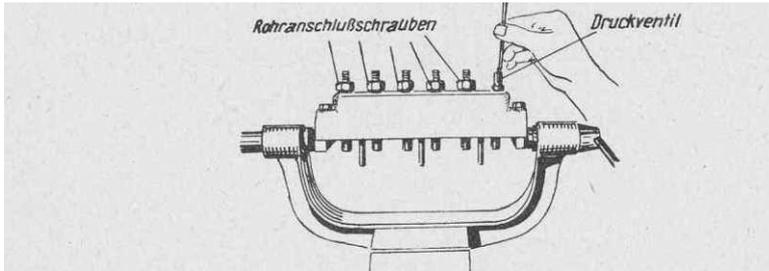

Bild 8 Druckventil wird herausgenommen
3. Oberteil herumdrehen und Rohranschlusschrauben lösen (Bild 8)